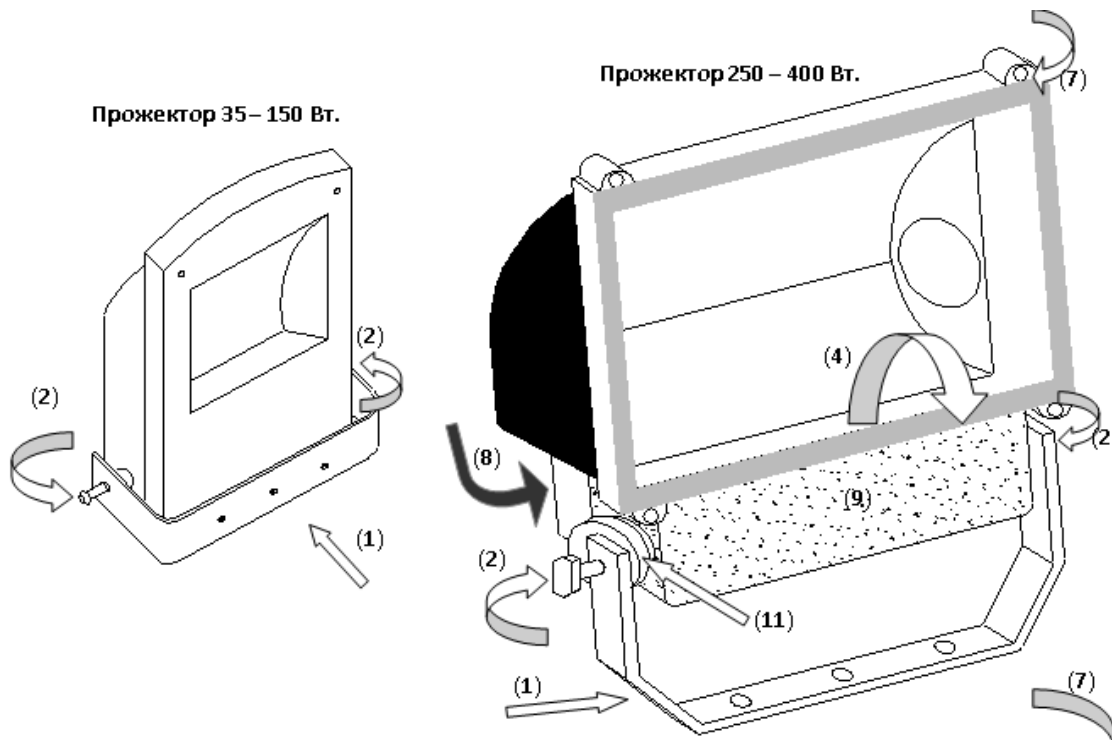
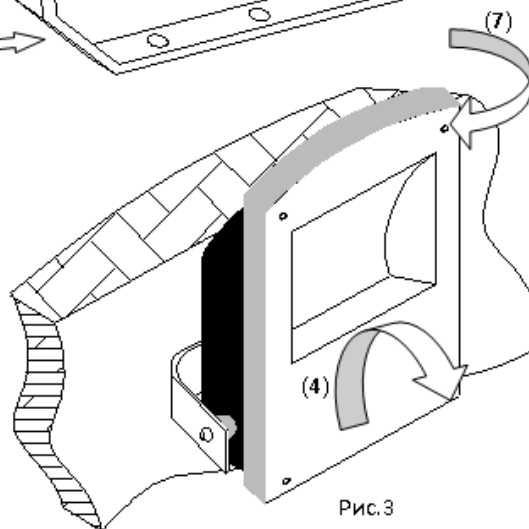
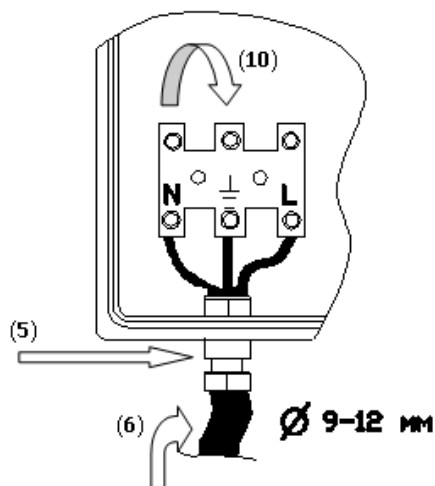

Рис.1
Рис.3
Рис.4
- ❖ С распакованного прожектора снять лиру (1), отвернув два винта (2) ее крепления на корпусе (рис.1).
- ❖ Установить корпус прожектора на лире так, чтобы она не препятствовала откидыванию передней крышки (4) прожектора (рис.3) и вводу питающего кабеля (5) в кабельную втулку (6) (рис.4).
- ❖ Откинуть переднюю крышку (4) (рамку с защитным стеклом прожектора 250 или 400 Вт), отвернув 4 винта (7) ее крепления на корпусе (рис.3). У прожектора 250 – 400 Вт снять заднюю крышку (8) электрического бокса (9) (рис.1).
- ❖ Ввести в кабельную втулку (5) подготовленный кабель питания (6) и закрепить его концы в клеммной колодке (10), соблюдая указанную полярность (рис.4).
- ❖ Установить прожектор под необходимым углом к вертикали, используя угломерную шкалу (11), и закрепить корпус прожектора на лире.